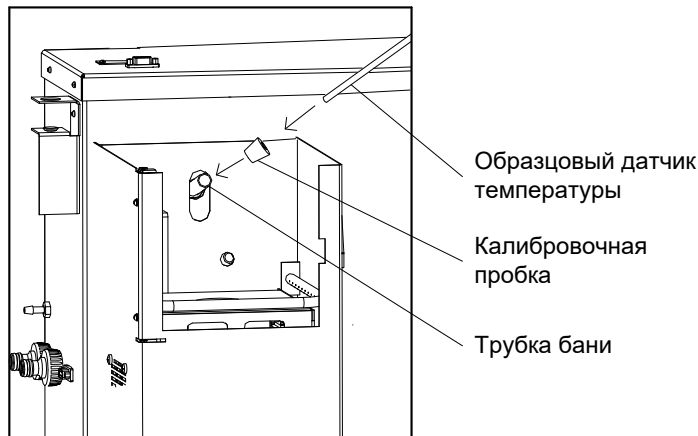

Рисунок 34 – Подготовка к проверке датчика температуры бани
- 5.8.4 Вставить образцовый датчик температуры в отверстие калибровочной пробки до упора (рисунок 34).